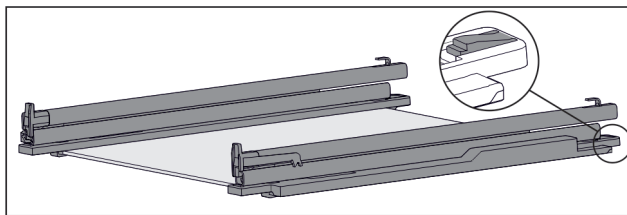

Fig. 149 Glasplade med skinner og holdedele
- ▶ Tryk den bageste del af holdedelen ned (se Fig. 149) , og skub samtidigt skinnen bagud.